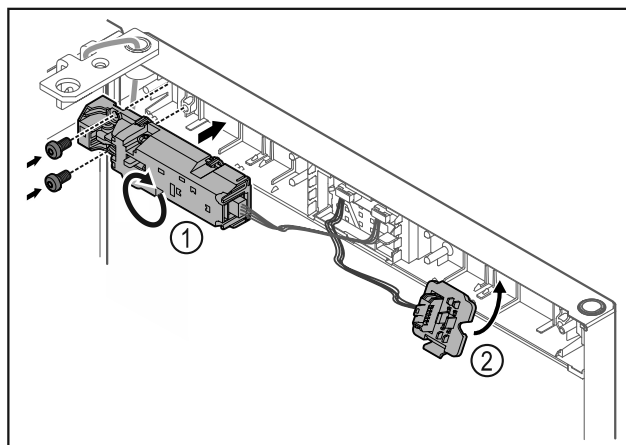

Fig. 19
- Afstandsslot Fig. 19 (1) met 180° draaien en aan tegenoverliggende zijde bevestigen.
- Steckerhouder Fig. 19 (2) aan tegenoverliggende zijde vergrendelen.